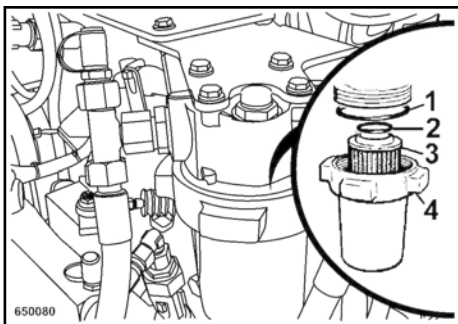

Fig. 199
➡ Fig. 199 y retirarla con el elemento filtrante (3).